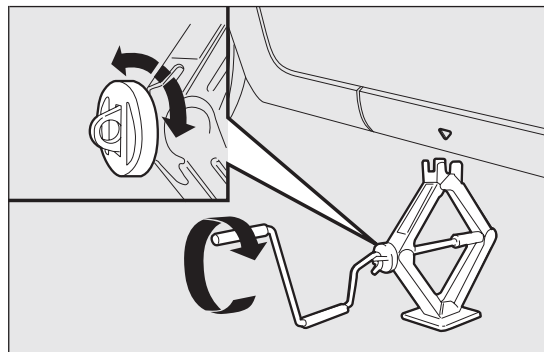
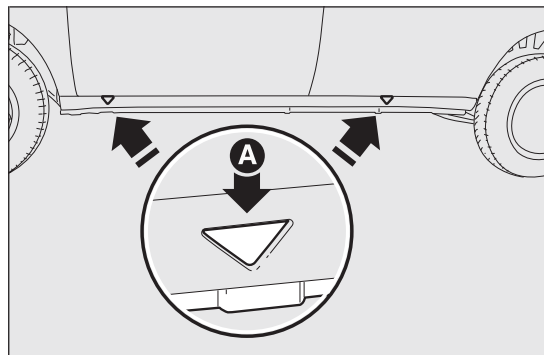

fig. 138
fig. 139
- ❑ azionare il cric, in modo da aprirlo parzialmente fig. 138, quindi posizionarlo sotto il veicolo in corrispondenza dei riferimenti A fig. 139 vicino alla ruota da sostituire;